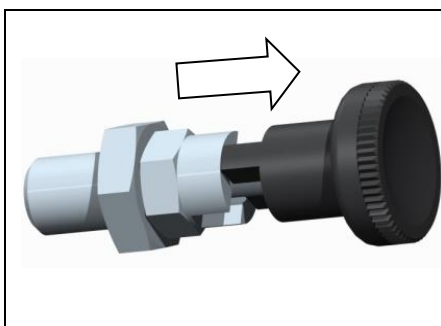

Abb. 5.4
1. den Sperreinsatz ausziehen und um 90° drehen (Abb. 5.4).